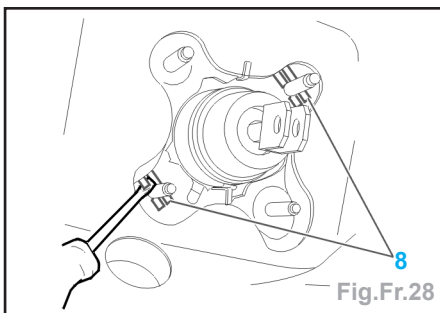

Fig.Fr.28
- la vis (2),
- l'axe (3),
- les 4 écrous (4).
- Débrancher le contacteur de stop (5).
- Déposer le pédalier (6) tout en écartant les clips (7).
- Écarter : Les clips (8) (Fig.Fr.28).